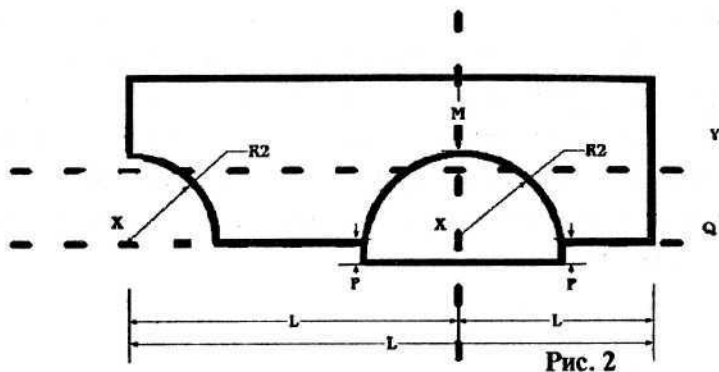
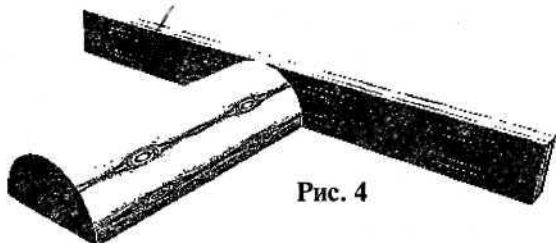

Рис. 2
Рис. 4
5. Не желательно отклонение продольных размеров изделия (L) более чем на 5 мм от значений, указанных в спецификации. Контрольные замеры должны производиться у каждого изделия по всей его длине. Контроль осуществляется при помощи шаблонов (С) из полубревна соответствующего диаметра с осевой отметкой (см. рис. 2).
11. Радиус окружности обработанной поверхности чашек (R2) должен быть равен радиусу изделия (R). Обработанная поверхность чашек должна иметь строго цилиндрическую форму. Контроль производится с помощью шаблона, изготовленного из полубревна соответствующего диаметра. Поверхность шаблона должна плотно, без зазоров прилегать к поверхности чашки. Не допускаются зазоры более чем 5 мм (см. рис. 2).
12. Оси чашек (X) должны перекрещиваться с продольной осью бревна (У) под углом 90 градусов (см. рис. 2). Не желательно отклонение оси чашек более чем на 1 градус. Для контроля используются Т-образный шаблон (Т) и транспортир. Шаблон изготавливается из отрезка полубревна и рейки, соединенных под углом 90 градусов (см. рис. 4). Должны производиться контрольные замеры каждой чашки на каждом изделии.
13. Оси чашек (X) должны быть параллельны плоскости, определенной ребрами теплового замка (Q). Для контроля используется шаблон, изготовленный из полубревна соответствующего диаметра и линейка. Производится замер расстояний от поверхности шаблона до одного из ребер теплового замка (P) в четырех угловых точках каждой чашки. Вышеуказанные расстояния должны быть равны между собой (см. рис. 2). Не желательно отклонение между ними более чем на 2 мм.
14. Остаток изделия над чашкой (M) должен быть не более, чем на 5 мм меньше, чем его радиус.
Контрольные замеры производятся при помощи кронциркуля у каждого изделия. Не желательно отклонение размеров более чем на 2 мм (*см. рис. 2*).